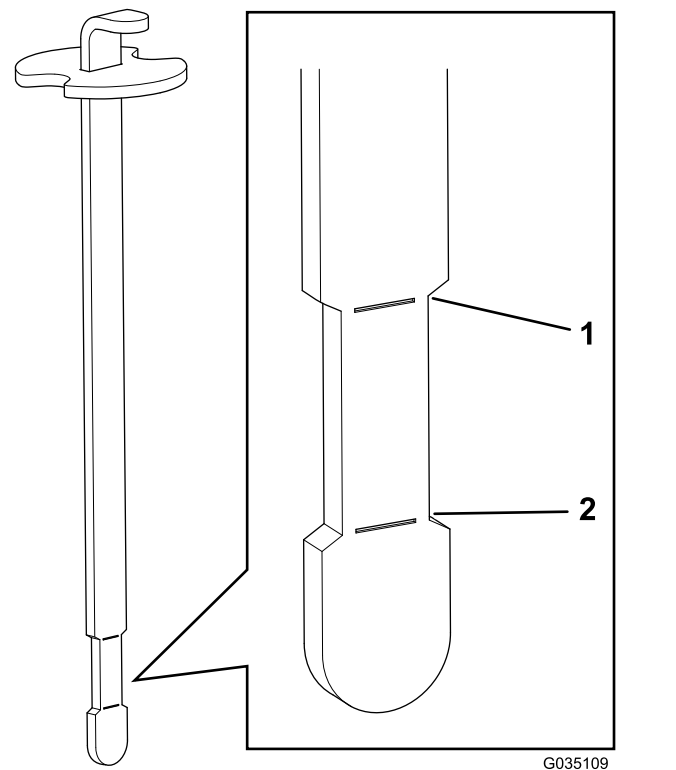

Figura 40
6. Introduceți joja în buon, apoi scoateți-o i verificați nivelul de ulei (Figura 40).